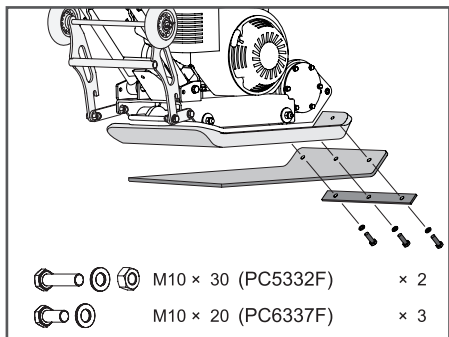

Рис. 8 Установка резинового коврика
- Совместите отверстия в рабочей плите 1, коврике 2 и крепежной пластине 3 и закрепите коврик на рабочей плите с помощью крепежа, как показано на Рис. 8.